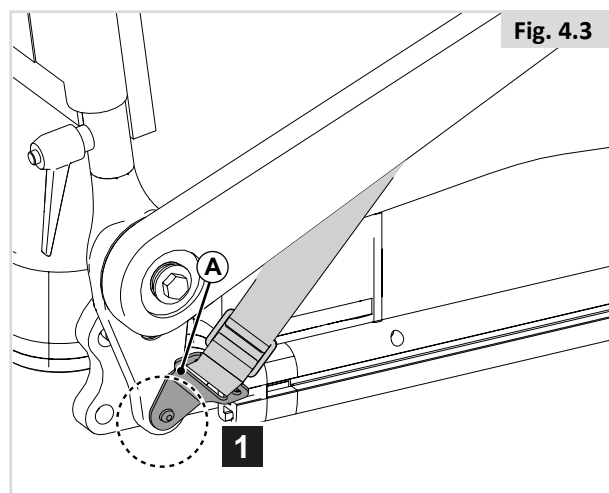

Fig. 4.3
1. Applicare la cintura (A) al telaio della seduta utilizzando una vite a sinistra e una a destra. (Fig. 4.3)